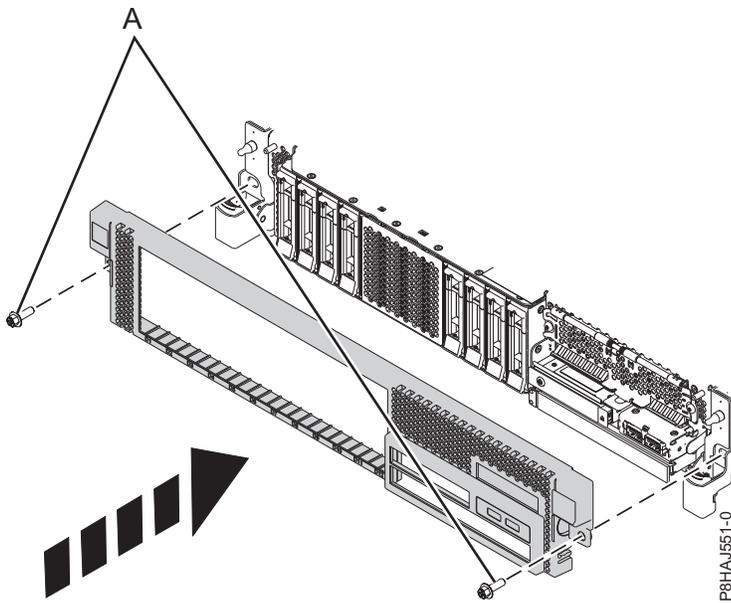

Abbildung 136. Vordere Abdeckung installieren
3. Verriegeln Sie die Entriegelungshebel in die in Abb. 136 auf Seite 168 dargestellte Richtung. Die Abdeckung schnappt ein und weist eine Vertiefung auf, an der Sie sie leichter festhalten können.
4. Bringen Sie die Transportschrauben (A) wieder an.